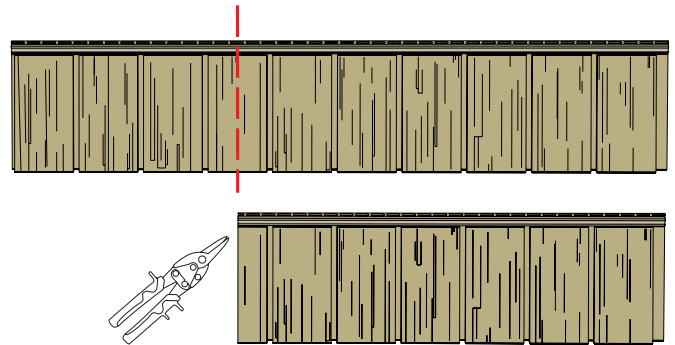

Рисунок 99
18.2 Для монтажа следующего ряда требуется отрезать панель с произвольным смещением. Вертикальный шов между щепой должен приходиться на середину нижней щепы нижней панели (рис. 99).